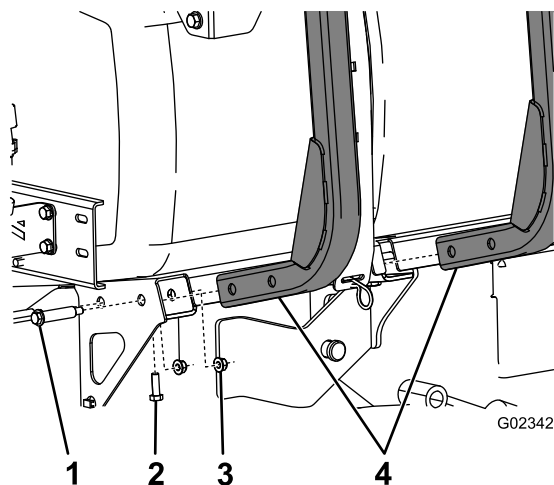

Figura 2
2. Sujete la parte inferior de los bastidores del carrete de la manguera a la máquina con 2 pernos (5/16") y 2 contratuercas (Figura 2).
1. Monte los 2 bastidores del carrete de la manguera en el lateral de la máquina con 4 pernos de cuello largo y 4 tuercas con arandela prensada (5/16"), según se muestra en Figura 2.